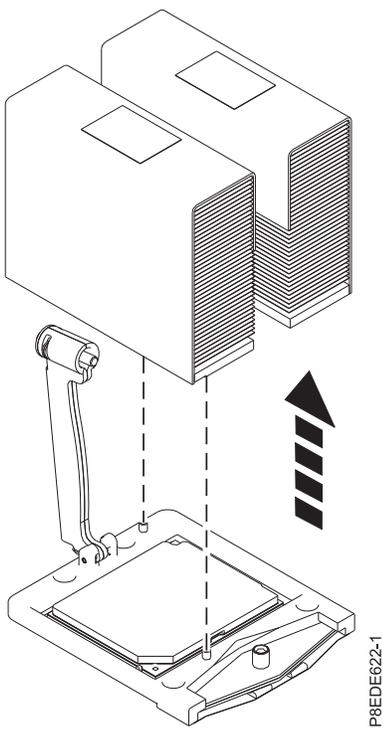

Abbildung 6. Kühlblech ausbauen
7. Greifen Sie das Kühlblech und bauen Sie es aus, indem Sie es senkrecht nach oben anheben, siehe Abb. 6.